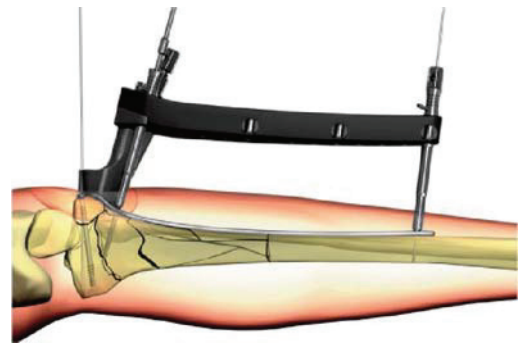

Fig.12
3. Seleccione un tornillo de bloqueo con la longitud adecuada y fíjelo al eje hexagonal del destornillador. Inserte el tornillo con la herramienta eléctrica (Fig. 12). Use riego y enfriamiento durante la perforación para minimizar la necrosis térmica.